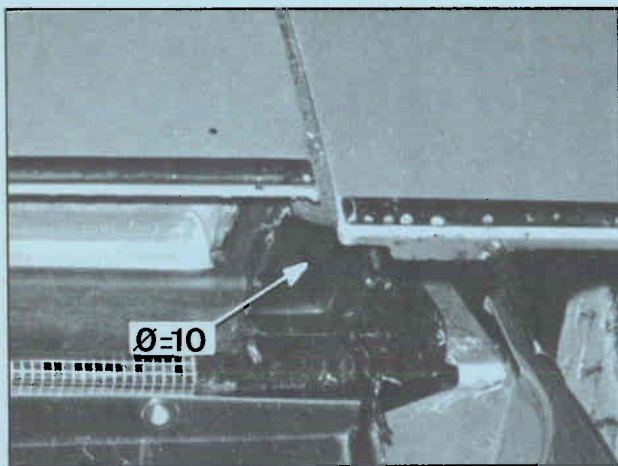

Fig. 2
- b) een gat midden in de bodemplaat die de achterste portierstijlen links en rechts afsluit (zie afb. 2).